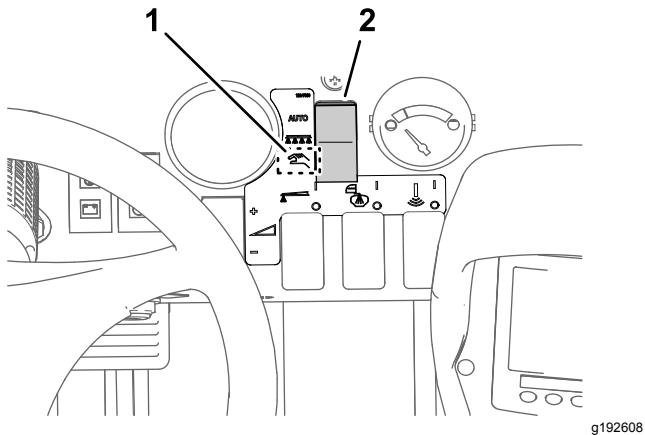

Figura 38
- Impostate il pulsante della modalità di irrorazione sulla modalità manuale (Figura 38).